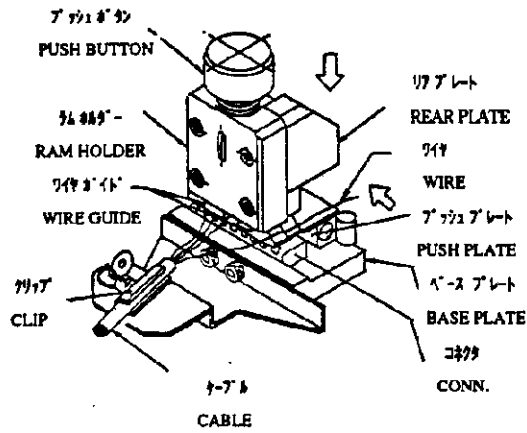

Fig. 4
- (3) ケーブルの片端をクリップで挟み、他端におけるワイヤを右ワイヤガイドから圧接ポジションに入れます。(Fig.4)
- (4) プッシュボタンを押し、圧接します。
この際、プッシュボタンがリアプレートに当たるまで押して下さい。(Fig.4)
- (3) Hold one end of the cable by clip, then insert and set the other end wire of cable to the terminating position from the Right Wire Guide. (Fig.4)
- (4) Depress the Push Button to terminate the connector to the depth until it bottoms on the rear plate. (Fig.4)
- (5) Release the Push Button to return the Tool to the original position, then remove the terminated connectore from the Tool.
- (6) Operate from procedure (2) to (5), the next wire can be terminated.